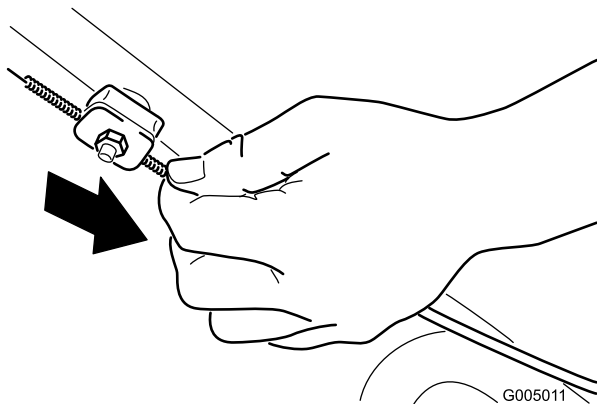

Bild 33
2. Ziehen Sie den Kabelmantel (zum Rasenmäher), bis das Kabel stramm ist (Bild 33).